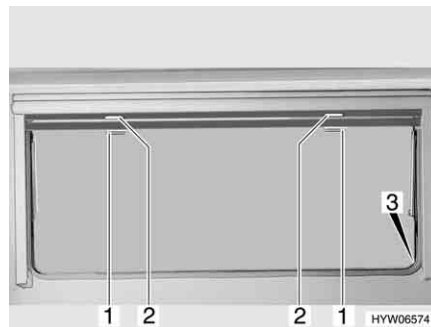

Bild 74 Ausstellfenster
- Verdunklungsrollo am Griff (Bild 74,2) nach unten ziehen. Wenn das Verdunklungsrollo ganz geschlossen wird, das Verdunklungsrollo auf beiden Seiten am Fensterrahmen in die Arretierung (Bild 74,3) einhängen.
- Wenn das Verdunklungsrollo vollständig geschlossen ist: Den Griff (Bild 74,2) nach unten drücken und den Griff dabei leicht nach innen ziehen. Das Verdunklungsrollo aus den Arretierungen links und rechts am Fensterrahmen aushängen.
- Wenn sich das Verdunklungsrollo in Zwischenposition befindet: Den Griff (Bild 74,2) leicht nach unten ziehen, bis sich die Arretierung gelöst hat.
- Insektenschutzrollo am Griff (Bild 74,1) nach unten ziehen und auf beiden Seiten am Fensterrahmen in die Arretierung (Bild 74,3) einhängen.
- Griff (Bild 74,1) nach unten drücken und den Griff dabei leicht nach innen ziehen. Das Insektenschutzrollo aus den Arretierungen links und rechts am Fensterrahmen aushängen.